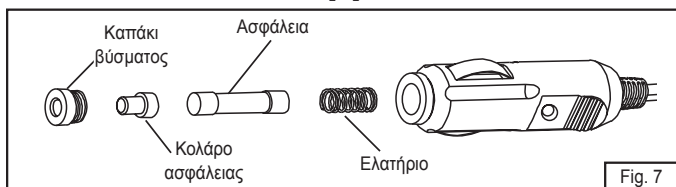

Fig. 7
- Ελέγξτε την ασφάλεια στο βύσμα της αντλίας (Fig. 7).
- Pompa fişindeki sigortayı kontrol edin (Fig. 7).